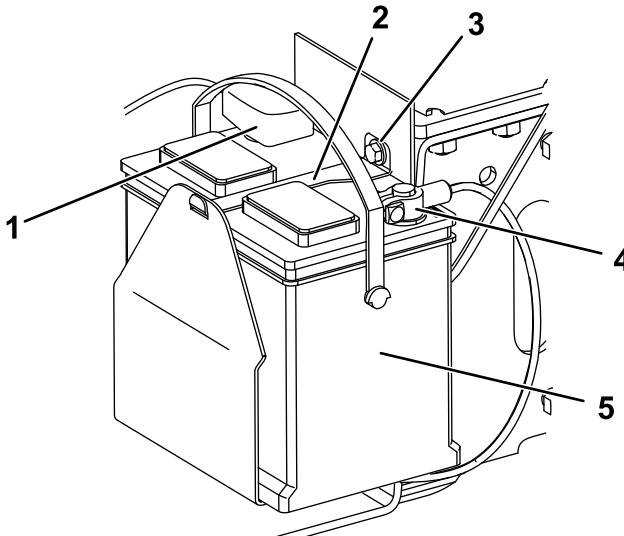

Рисунок 38
5. Снимите болт, шайбу и планку крепления аккумулятора (Рисунок 38).
6. Отсоедините отрицательный (черный) кабель от штыря аккумулятора (Рисунок 38). Сохраните крепежные детали.
8. Отсоедините положительный (красный) кабель от штыря аккумулятора (Рисунок 38). Сохраните крепежные детали.
1. Используя ранее снятые крепежные детали, подсоедините положительный (красный) кабель к положительному (+) штырю аккумулятора (Рисунок 38).
- Используя ранее снятые крепежные детали, подсоедините отрицательный (черный) кабель к отрицательному (-) штырю аккумулятора (Рисунок 38).
- Прикрепите аккумулятор, используя планку, болт и шайбу (Рисунок 38).